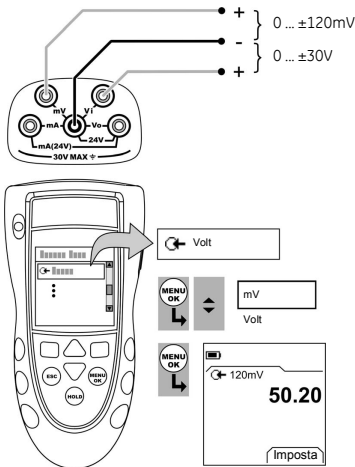

Figura 1: Esempio configurazione – per misurare mV o Volt
1. Collegare lo strumento (Figura 1) e, se necessario, modificarne il *Setup* (Tabella 1).